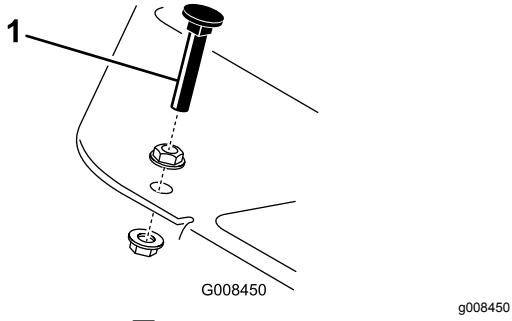

図44
走行ペダルを踏み込んでみてください。ケーブルに張力がかかる前にペダルがストップ図44に当たる場合には調整が必要です。
1. ペダルストップをフロアプレートに固定しているフランジヘッドロックナットをゆるめる図44。